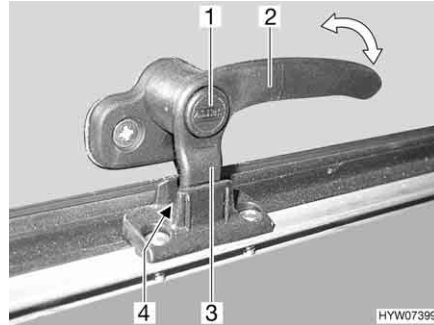
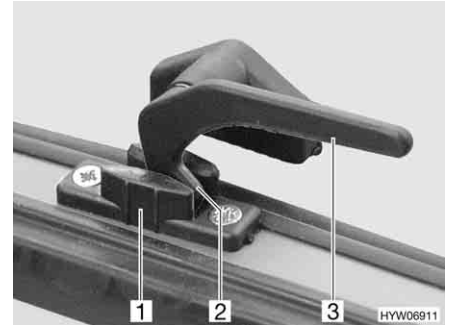

Bild 91 Verriegelungshebel mit Sicherungsknopf in Stellung "Dauerbelüftung"
Bild 92 Verriegelungshebel in Stellung "Dauerbelüftung"
- in Stellung "Dauerbelüftung" (Bild 91 und Bild 92)
- Wenn vorhanden, Sicherungsknopf (Bild 91,1) drücken und gedrückt halten.
- Den Verriegelungshebel (Bild 91,3 oder Bild 92,3) eine viertel Umdrehung zur Fenstermitte hin drehen.
- Den Verriegelungshebel wieder zurückdrehen. Die Verriegelungsnase (Bild 91,3 oder Bild 92,2) am Verriegelungshebel dabei in die Ausparung der Fensterverriegelung (Bild 91,4 oder Bild 92,1) einfahren.
- Wenn vorhanden, Sicherungsknopf (Bild 91,1) loslassen.